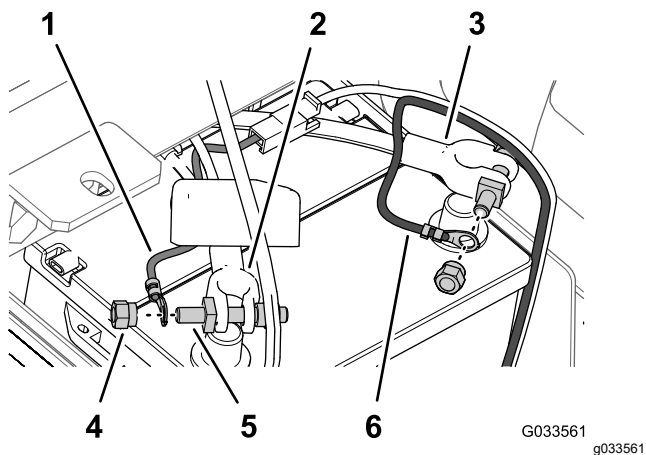

Рисунок 31
6. Прикрепите круглую клемму плавкой перемычки (жгут проводов опрыскивателя) с помощью зажимной гайки к штырю болта клеммы, который был установлен на положительный кабель аккумулятора (Рисунок 31).
7. Прикрепите круглую клемму отрицательного провода (черный — жгут проводов опрыскивателя) с помощью зажимной гайки к штырю болта клеммы, который был установлен на отрицательный кабель аккумулятора (Рисунок 31).